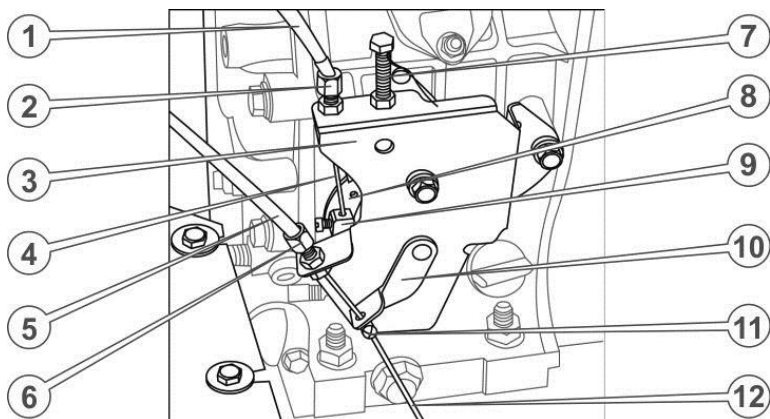

Рисунок 9. – Регулювальні елементи тросів
29. Приєднати трос управління подачі палива, що йде від важеля на правій рукоятці керма. Для цього видалити пластикові фіксатори на коромислі механізму управління подачею палива, вставити сорочку троса в гніздо корпусу важеля регулювання подачі палива до упору, вставити трос в отвір регулювального гвинта (див. рисунок 9.), а потім в отвір фіксатора на коромисло механізму управління подачею палива й закріпити.